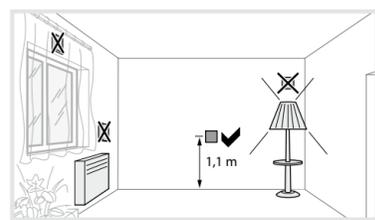

Bild 7: Montageort von Bewegungsmeldern
- Störquellen im Erfassungsbereich (Bild 4a) vermeiden. Störquellen, z. B. Heizkörper, Lüftungs-, Klimaanlage und abkühlende Leuchtmittel können zu ungewollten Schaltungen führen (Bild 7).